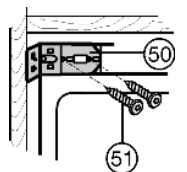
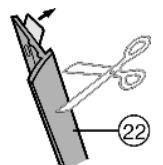

Fig. 16
Fig. 17
- ▶ Aparafusar o ângulo de fixação Fig. 16 (50) ao aparelho através dos orifícios oblongos, sem apertar Fig. 16 (51).
- ▶ Retirar a película de protecção da moldura de cobertura Fig. 17 (22). Colocar a moldura sobre a parede lateral do aparelho do lado da pega e junto à parte frontal, na aresta inferior do ângulo de fixação Fig. 16 (50), e colar.
- ▶ Em caso de necessidade, encurtar a moldura de cobertura Fig. 17 (22) na parte inferior.*